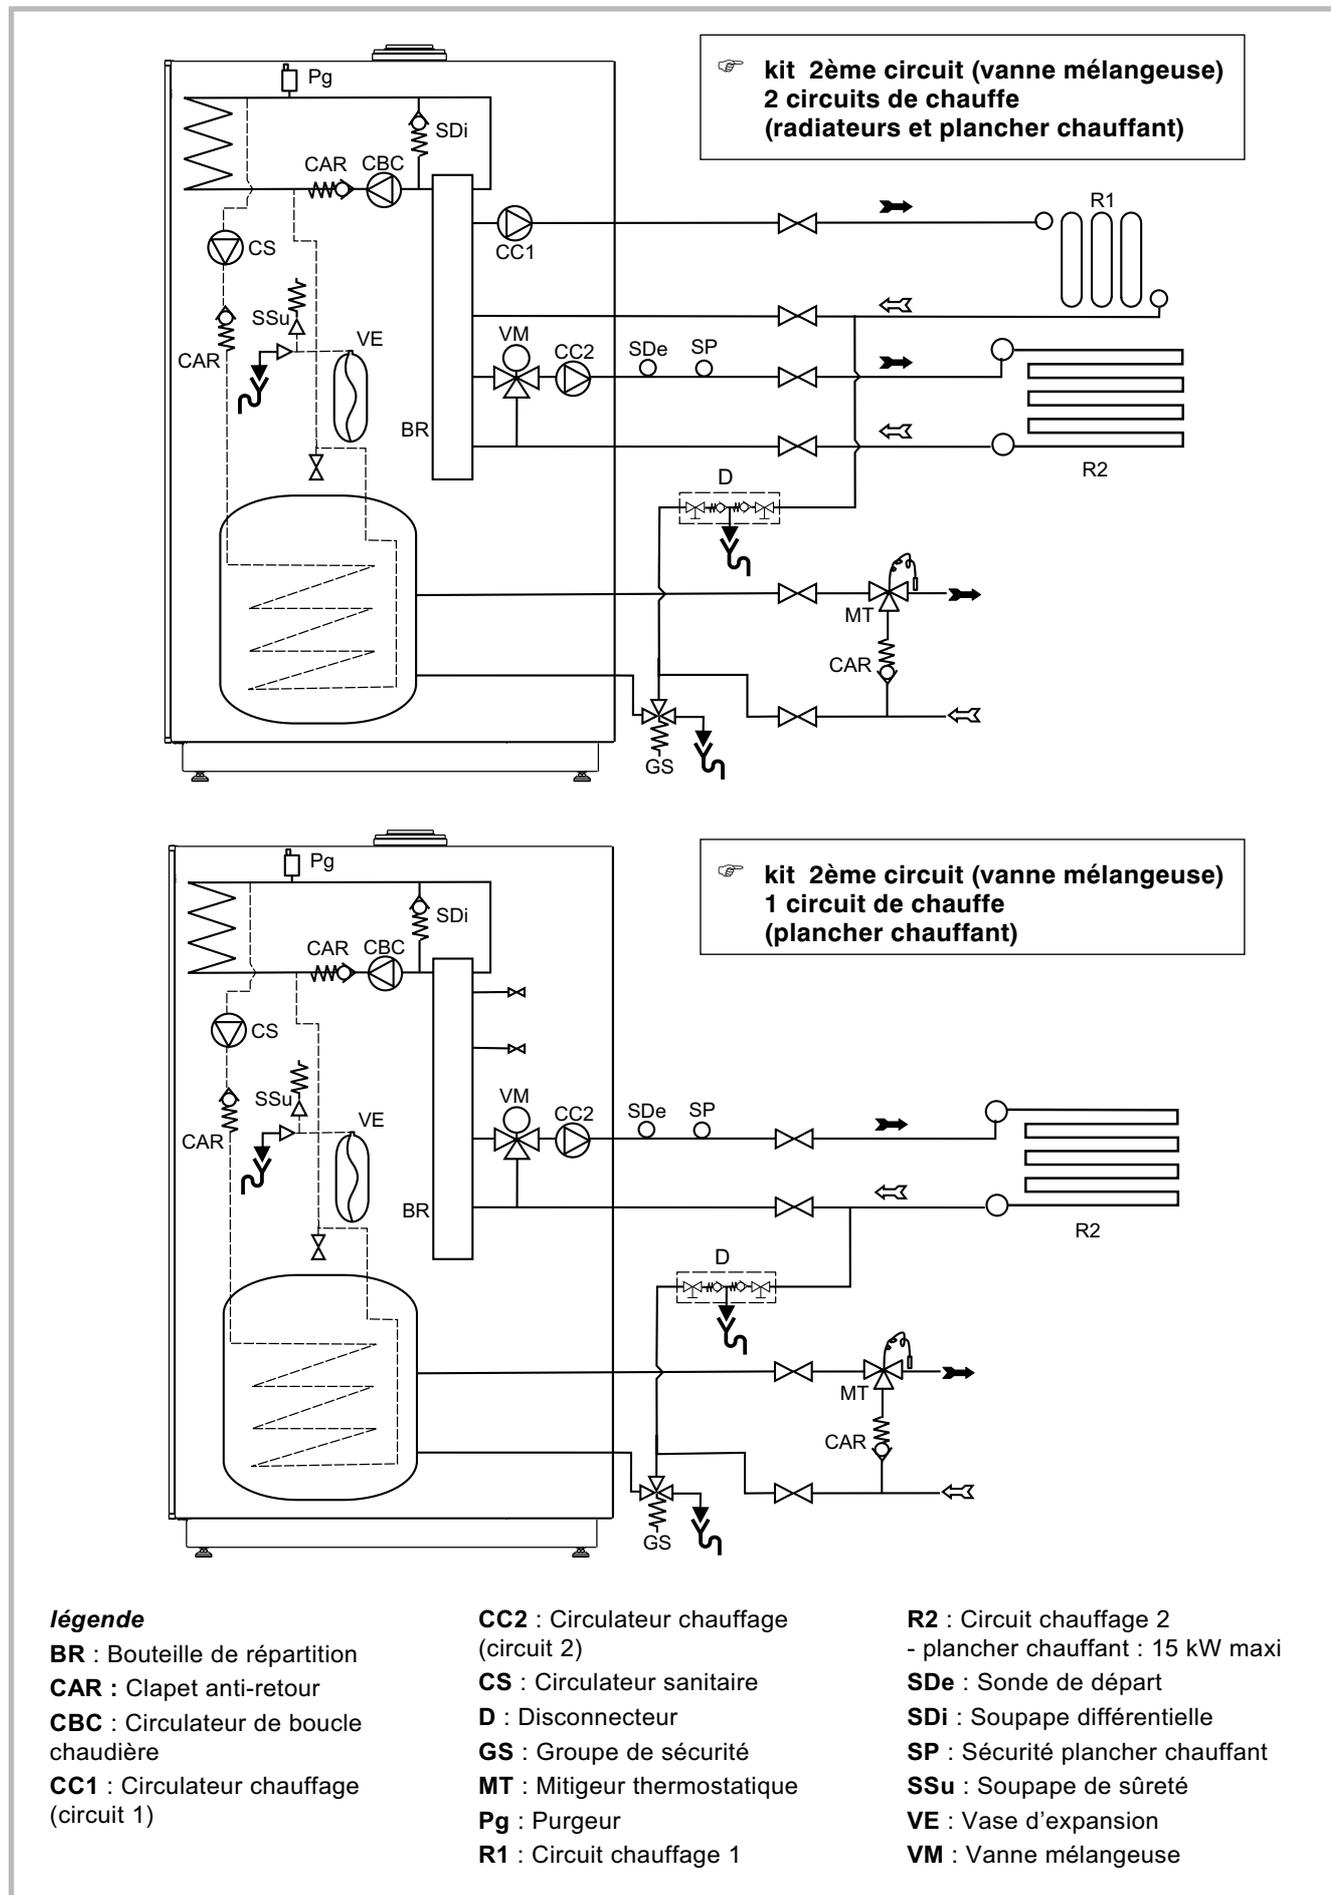

Figure 20 - Schéma hydraulique de principe
- Kit hydraulique 2ème circuit **Vanne 3 voies** (074 701) (voir figure 20)